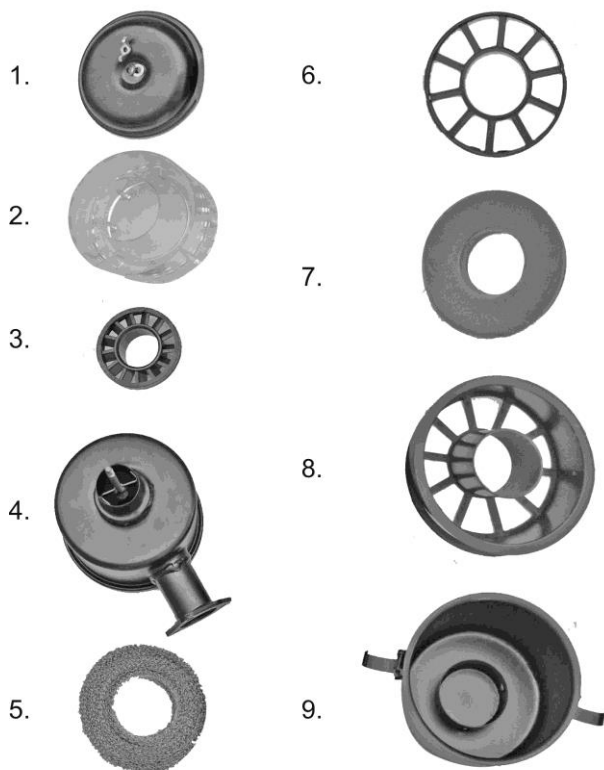

Рисунок 6.18 – Складові частини повітряного фільтра
На дно (9) (див. рис. 6.18) повітряного фільтра налейте 70 г моторного мастила.